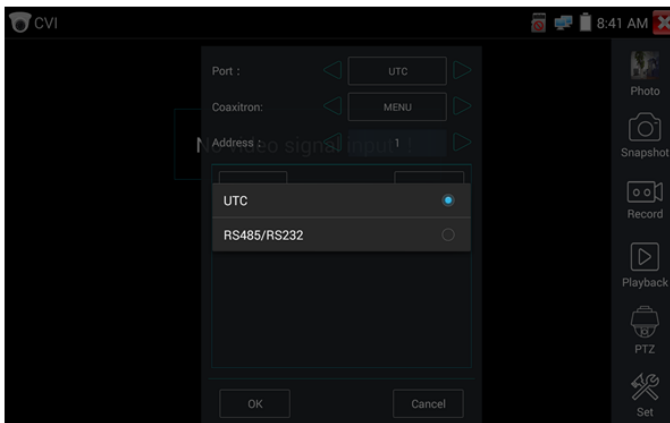

Рис. 100 Выбор UTC для управления PTZ камерой
- 2) Выберите в настройках PTZ порт (Port) – UTC – управление по коаксиальному кабелю (рис. 100) Значение MENU – вызывает OSD меню самой видеокамеры;